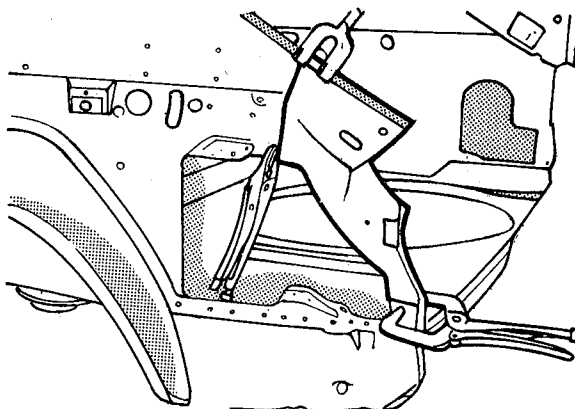

fig. 153
6. Posicionar o novo painel e fixá-lo com grampos (fig. 153)